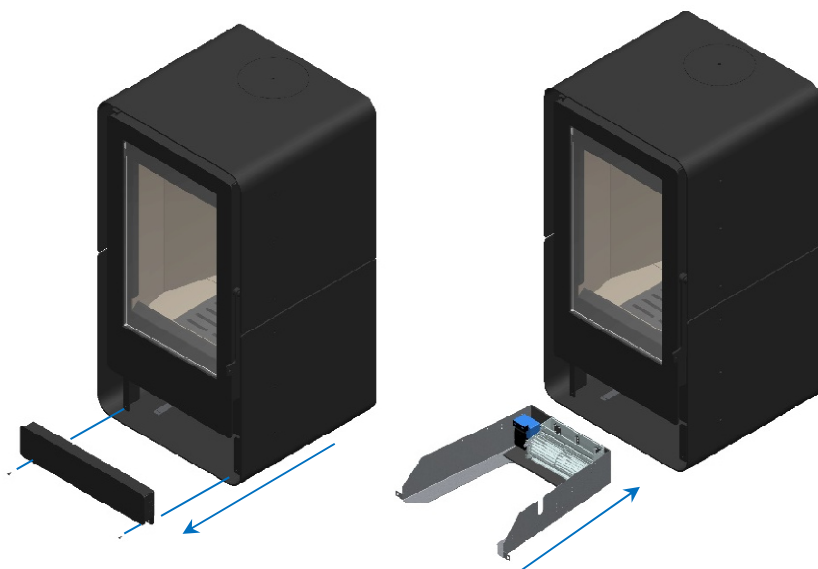

Figura 42 - Instalação do kit de ventilação na salamandra Tek Round Eco
* Para a sua instalação deve primeiramente remover a tampa frontal do equipamento e posicionar o kit de ventilação, Figura 42;